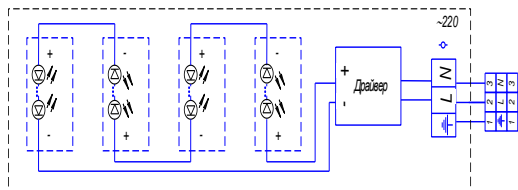

Рис.4
б) сетевой кабель подключить к кабельному разъему (2) (рис. 5 согласно схеме рис. 4);
в) пропустить питающие и заземляющий провода через кабельный ввод и подключить к клеммам «Wago» согласно схемы рис.4а, закрыть крышку распределительной коробки светильника;
г) пропустить питающие и заземляющий провода через кабельный ввод и подключить к тройным клеммам «Wago» согласно схемы рис.4б, закрыть крышку распределительной коробки светильника;
Рис.4а
Рис.4б